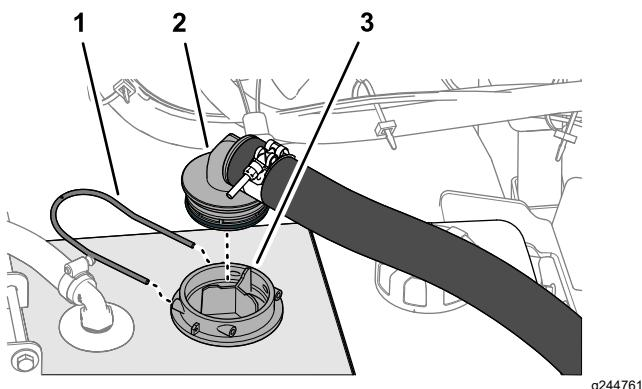

Figure 17
1. Placez le raccord à 90° cannelé du flexible d'alimentation en face du boîtier de la crêpine d'aspiration (Figure 17).